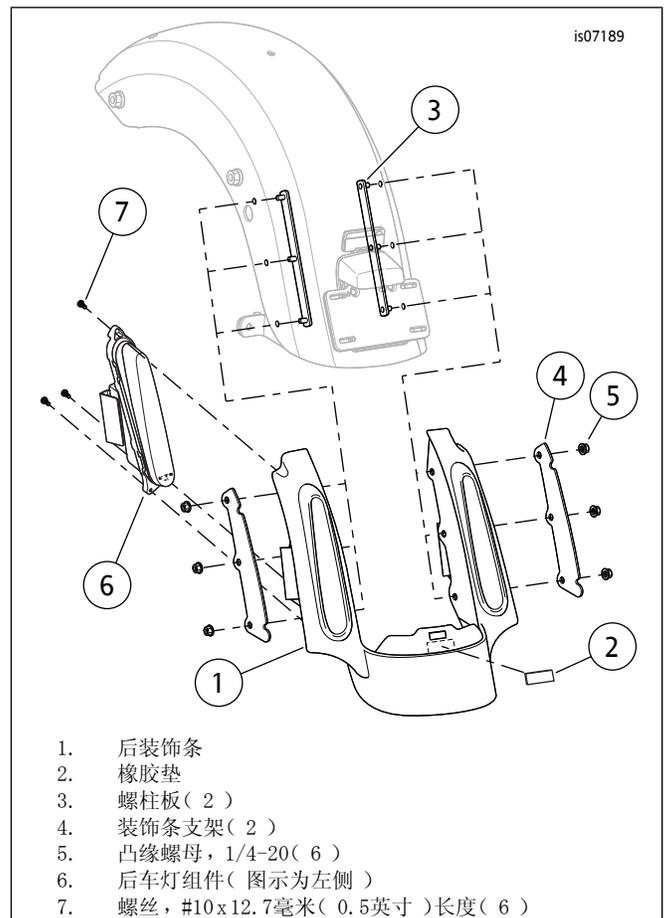

图5. 安装后装饰条
2. 参见图5。去掉44.5 x 19 x 1.6 mm(x in)橡胶垫(2)的背胶衬垫。按照图示在装饰条(1)中间定位垫,刚好在槽下方。用力将其按压到位。
7. 按照图5所示在挡板支架附近定位天线支架, 并将支架固定至挡板支架:
- c. 将隔块滑至从支架中伸出的螺纹。注意隔块长度。参阅图5。